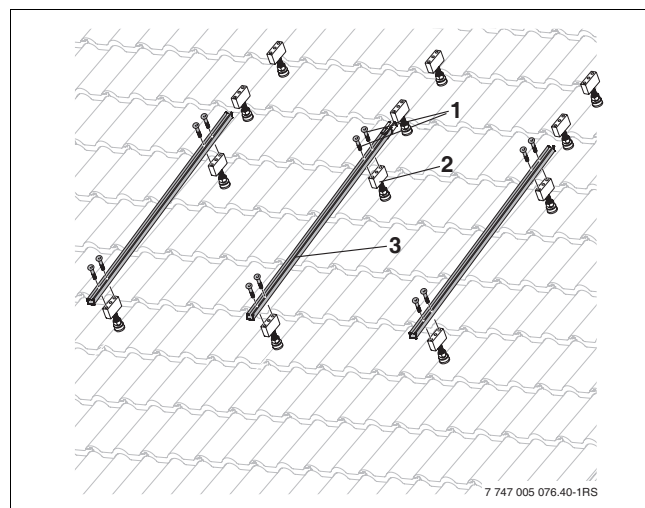

Fig. 48 Fixer le rail profilé à l'écrou-cage
- Fixer les rails profilés-capteur (fig. 48, [3]) à l'aide de deux vis [1] à l'écrou-cage [2] en commençant dans le trou long inférieur.